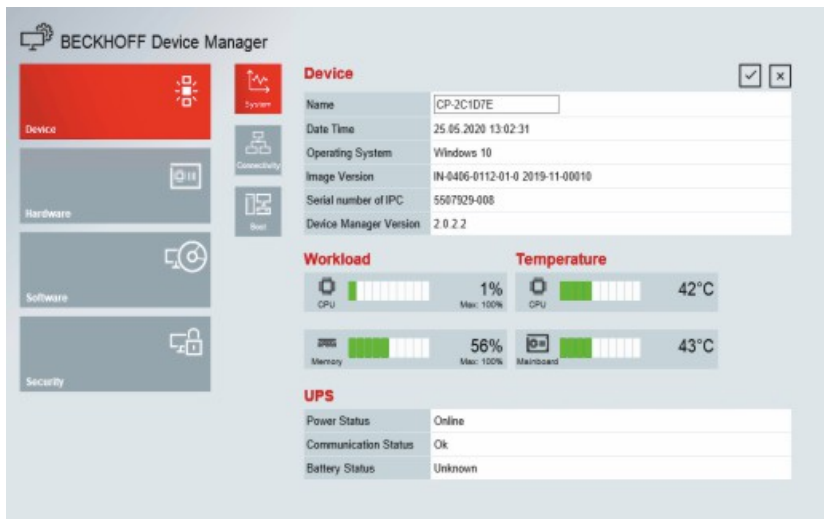

Abb. 25: Beckhoff Device Manager - Startseite
2. Heben Sie den PC soweit an, dass die Befestigungsschrauben in die Schlüssellöcher (siehe Abb. 25) rutschen.